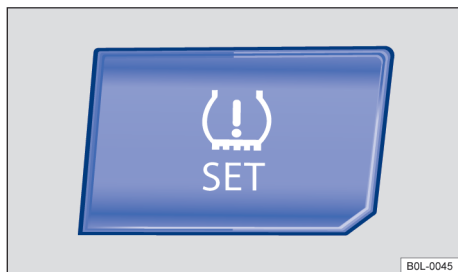

图 142 中控台上：胎压监测按钮
- 当所有 4 个轮胎压力都符合要求的数值时，按住中控台上的 \triangle 按钮 → 图 142，直到系统发出一个确认音为止。